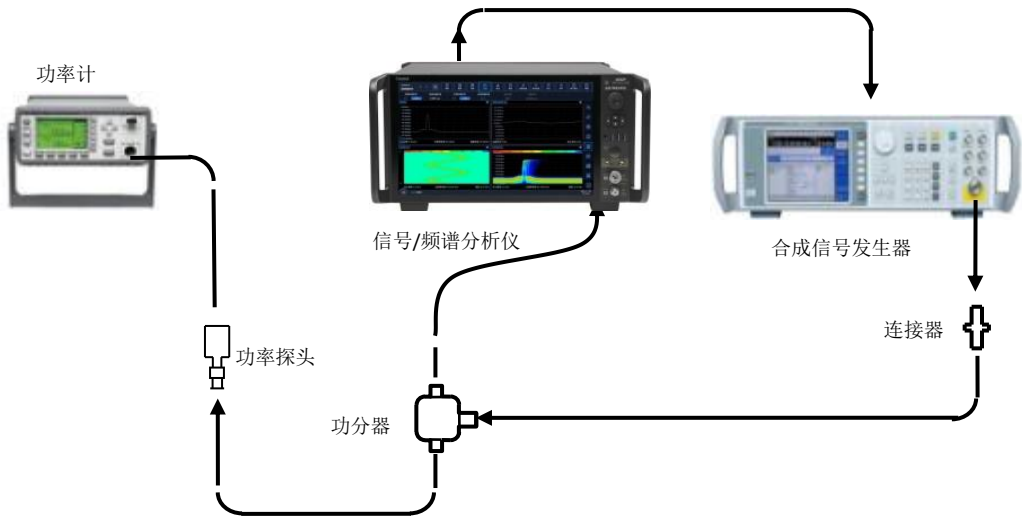

图 7.17 射频输入 2 频率响应测试示意图 (50MHz ~ 67GHz)
- 1) 按照图 7.17 所示连接测试仪器功分器的一端口与 4082 的射频输入 2 端口连接, 4082 的 10MHz 参考输出为合成信号发生器提供 10MHz 的外部参考输入;